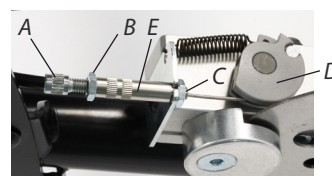
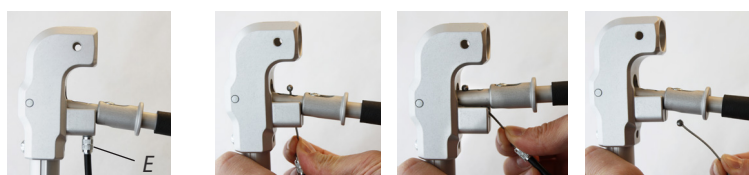
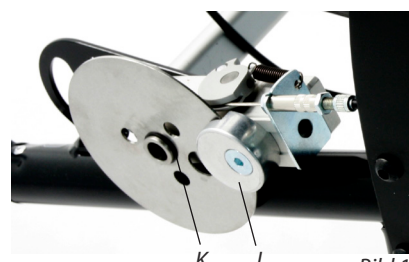
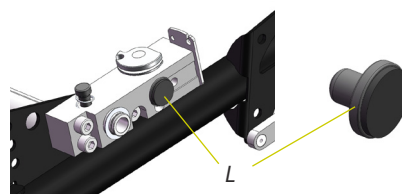

Bild 13
Bild 14
Bild 16
Bild 17
Skivbromssystemet (BILD 12) består av en bromsskiva (bild 16) försedd med 3 hål som kopplas mot drivhjulet. Bromsskivan trycks mot bromsoket (J bild 16) av en bromskolv (L bild 17) med belägg. Detta manövreras av bromshandtaget (bild 14) via ett vajerkablage som är kopplat till vridskivan (D bild 13) vilken påverkar bromskolven. Vajerkablagen är av fast längd försedd med nipplar i båda ändar.
Bromsen justeras genom att skruva på hylsan (A, bild 13). Lossa muttern (B) och skruva ut hylsan för mer bromsverkan, in för mindre bromsverkan. Dra åt muttern (B) efter justeringen. OBS! Hantera hylsan E med viss försiktighet! OBS! Bromsen ska alltid justeras så att bromsverkan blir korrekt med bromshandtaget i parkeringsläge. Kontrollera!
1. Ta av hjulet och skruva därefter bort bromsoket (J, bild 16).
2. Ta bort låsringen (K) med avsedd tång och ta bort bromsskivan. Observera plastbrickan som alltid ska finnas mellan bromsskivan och hjulbussningen.
3. Nu kan bromskolven (L, bild 17), bromsskivan och bromsoket bytas ut med nya delar.